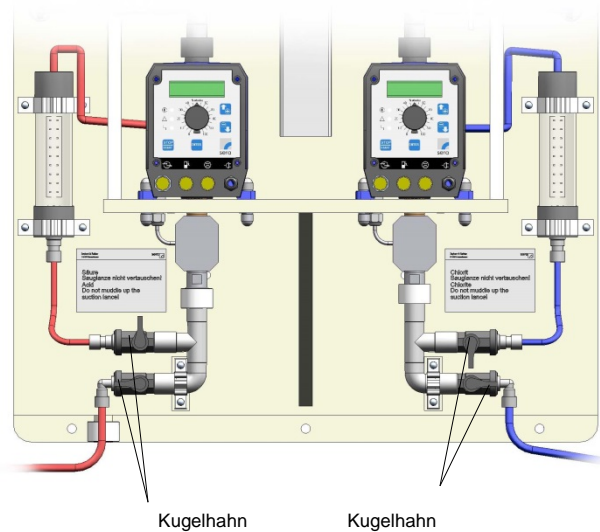

Abb. 11
3. Die Kugelhähne in der Pumpensaugleitung auf Behälteransaugung stellen. (siehe Abb. 11)
1. Kugelhähne in Richtung Behälteransaugung stellen (siehe abb. 11).